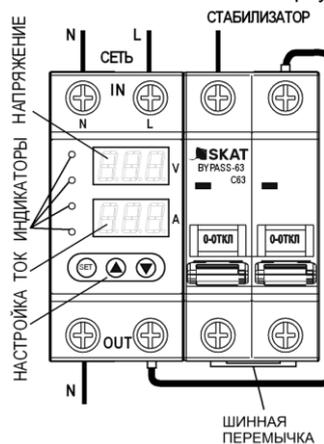
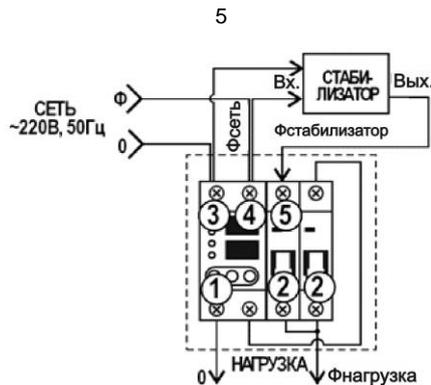

Рисунок 1 - Внешний вид изделия
Рисунок 2 – Схема подключения.
Изделие выполнено в пластиковом корпусе (см. рис. 1).
При наличии питающей сети светится нижний светодиодный индикатор зелёного цвета и изделие измеряет напряжение и ток на клеммах (3) и (4) (см. рис. 2). Их значения отображаются на верхнем (вольты) и нижнем (амперы) цифровых дисплеях (см. рис. 1). Выберете источник питания нагрузки (левый переключатель байпаса вверх – стабилизатор, правый – сеть):
Отключите питающее напряжение. Подключите **ноль нагрузки** к контакту (1), а **фазу нагрузки** к любому из контактов байпаса (2), объединённых шинной перемычкой, (см. рис. 2). Подключите **выход стабилизатора** к контакту (5), **ноль выхода стабилизатора** общий со всей нулевой шиной.